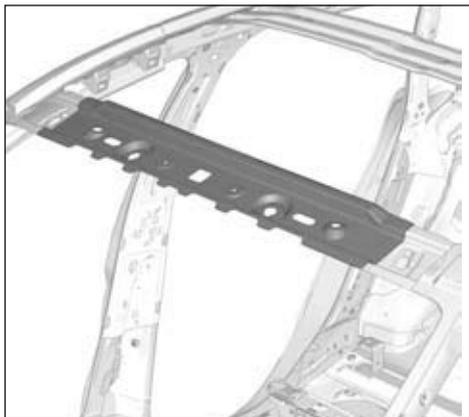

FIG.108
- Respecter la position de la pièce (Fig.108).